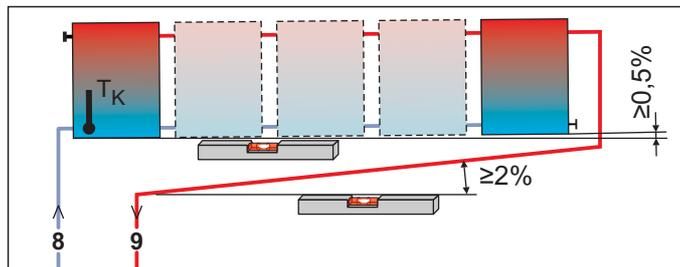
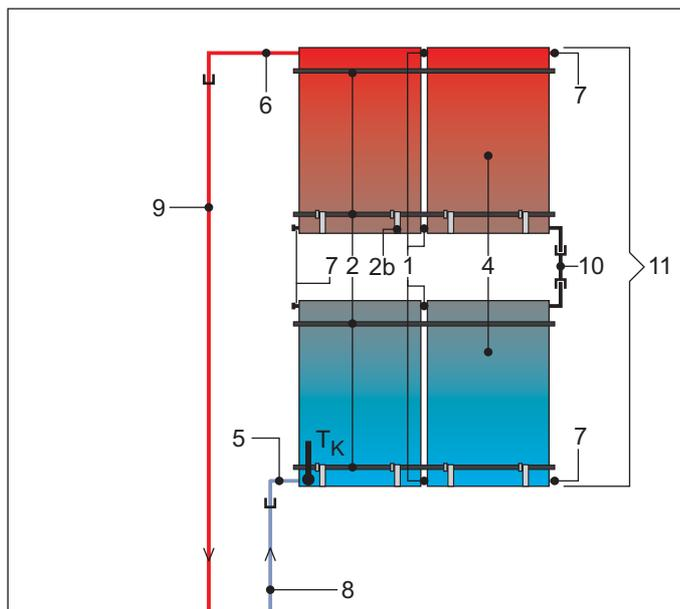
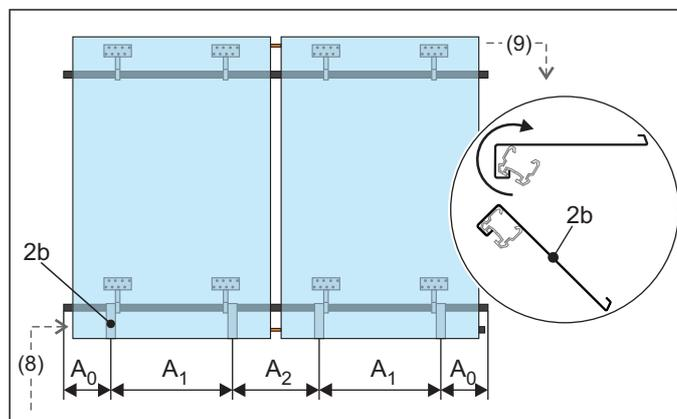

Fig. 4-1 Campo di collettori solari con collegamento alternato (consigliato)
Fig. 4-3 Disposizione alternativa dei collettori
Fig. 4-8 Fase di lavoro 1: allineamento dei ganci di fissaggio (Per la legenda vedere tab. 4-1, per le dimensioni vedere tab. 4-3)
In alternativa al semplice collegamento in parallelo dei collettori descritto nelle presenti istruzioni, all'occorrenza è possibile montare un massimo di 3 serie di collettori anche sovrapposte. I collettori o i campi di collettori montati gli uni sugli altri devono essere collegati in serie (fig. 4-3).
Tab. 4-1 Legenda per fig. 4-1 a fig. 4-3 e fig. 4-8
- La tubazione di collegamento di mandata (VA15 Solar) deve essere collegata alla parte superiore del collettore, la tubazione di collegamento di ritorno (VA18 Solar) deve essere collegata alla parte inferiore del collettore (vedere da fig. 4-1 a fig. 4-3 e fig. 4-8).
1. Agganciare i ganci di fissaggio del collettore nella scanalatura di guida del profilo di installazione inferiore e ribaltarli in basso. Dopo aver sospeso i ganci, è possibile spostarli lateralmente (vedere fig. 4-8 e tab. 4-3).